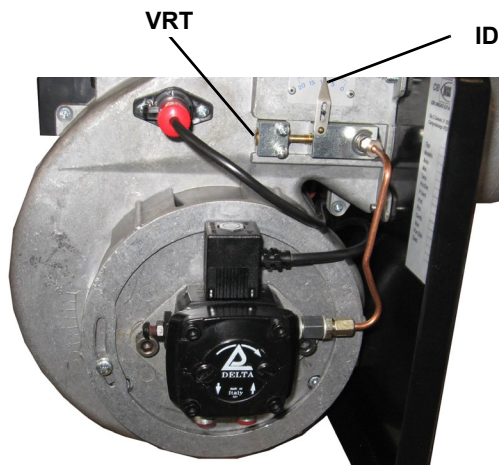

Fig. 12
- 9 encender el quemador; si el quemador se bloquea, presione el botón de liberación (PS - Fig. 12) en la parte superior del quemador y repita la operación